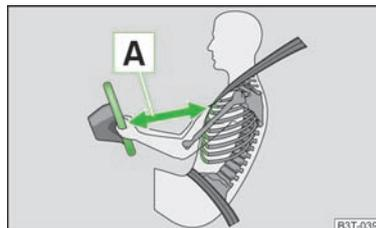

Fig. 121
- Il est important que le conducteur et le passager avant se tiennent à une distance minimum de 25 cm du volant et du tableau de bord > fig. 121 **A**. Les airbags ne peuvent pas vous protéger si vous en êtes plus près - danger mortel ! Les sièges avant et les appuie-tête doivent en outre toujours être ajustés en fonction de la taille des personnes.